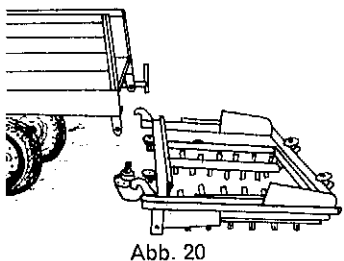

Abb. 20
43. Streuwerk aushaken. (Abb. 20)
43. Unhook spreader (Fig. 20).
43. Décrocher l'épandeur (fig. 20).
43. Sganciare il distributore (fig. 20).
43. Strooier afhaken (fig. 20).